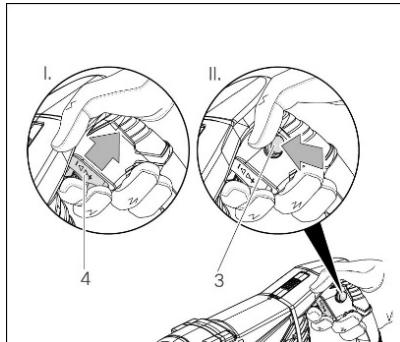

Рис. 3
Включение: нажмите кнопку включения (4). Для непрерывной работы нажмите сначала кнопку включения (4), затем кнопку блокировки (3). (Рис. 3)